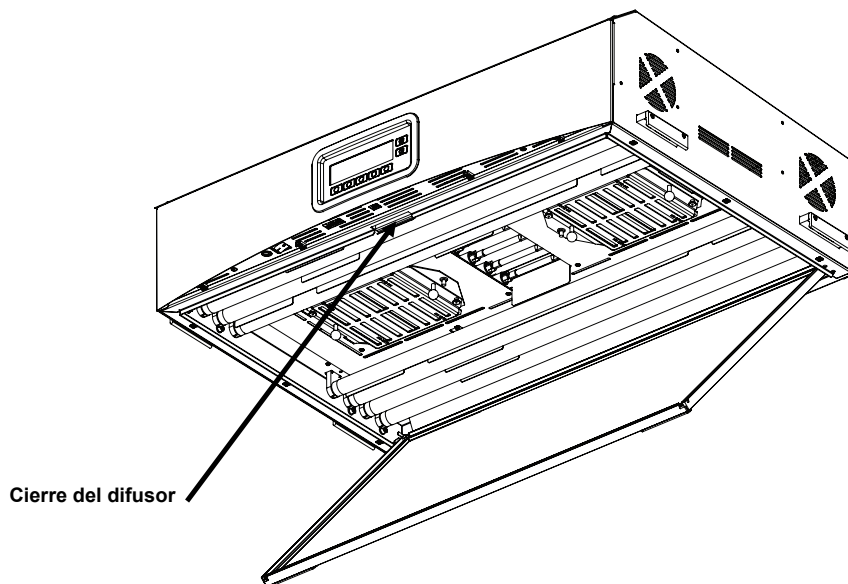

Figura 10. Luminaria y el montaje del difusor
7. Gire la parte frontal del difusor para cerrarlo y fíjelo en su lugar con el cierre. Consulte la Figura 10.